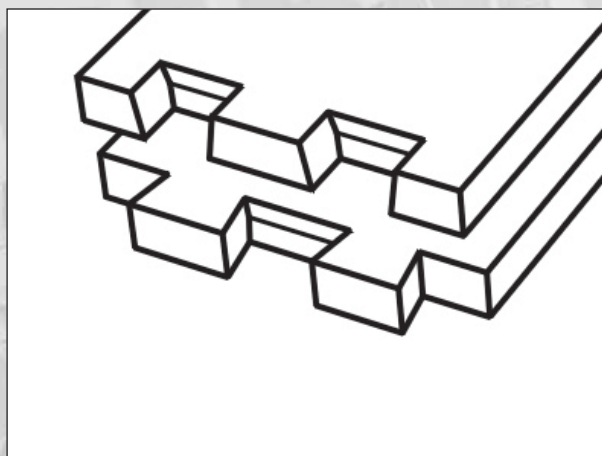

FIGURE 19 : Les queues mâles et femelles terminées.
20. Retournez la pièce et répétez de même sur l'autre face comme montré en figure 18a et 18b. Les queues mâles et femelles s'exécutent sur le même principe. Une fois le travail terminé vous obtenez les pièces de la figure 19.